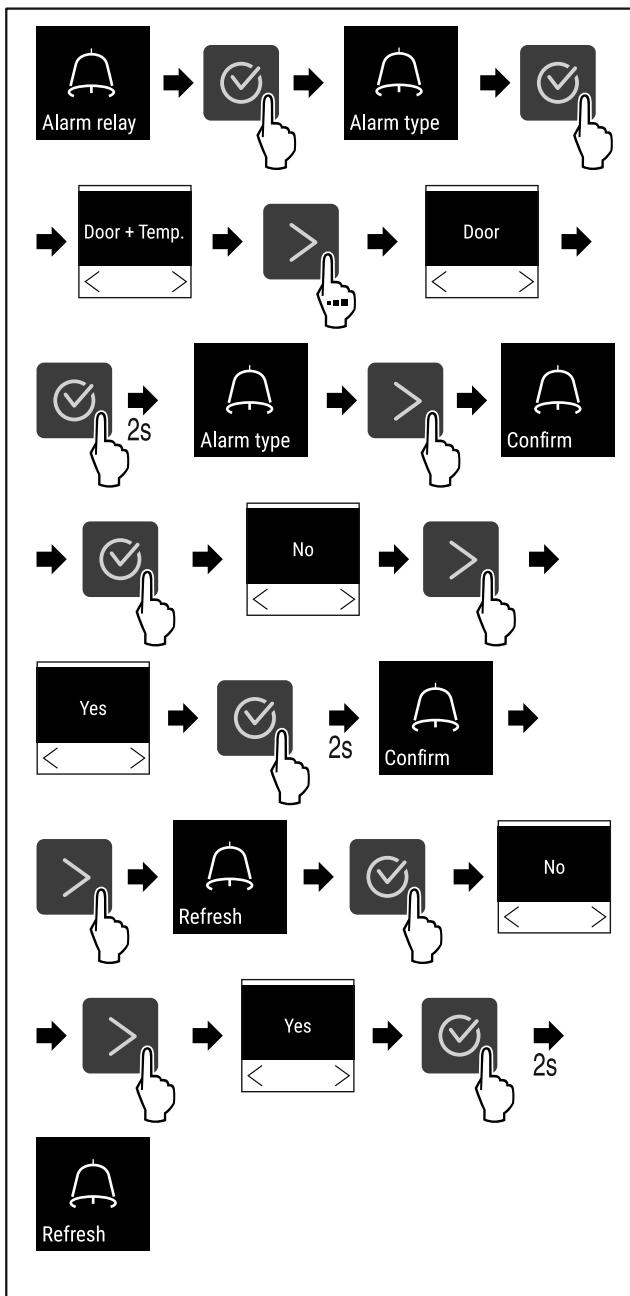

Fig. 109
- Изпълнете стъпките (вжк Fig. 109) .